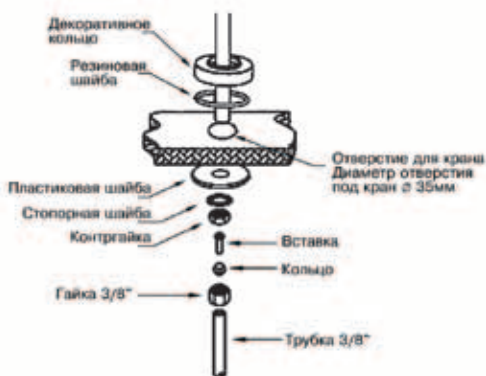
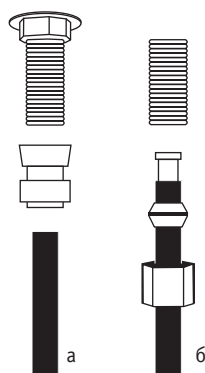

Рис. 8
Рис. 9
Монтаж крана чистой воды производите согласно **рис. 8**. В комплекте с краном чистой воды может поставляться набор деталей для осуществления соединения с трубкой, либо кран чистой воды может иметь в своем составе быстросъемный коннектор. На **рис. 9а, б** приведены возможные способы подключения синей трубки к крану чистой воды.
12. После заполнения бака (вы услышите, что вода больше не течет в дренаж и насос (если есть) не работает) откройте кран чистой воды (A) и дождитесь, пока вся вода не вытечет.
13. Закройте кран чистой воды (A). Дайте баку наполниться во второй раз. Этот процесс займет около 2 часов. Затем слейте воду из бака.
17. Убедитесь в отсутствии протечки внизу корпуса крана чистой воды, затяните гайку крана (**рис. 8**).